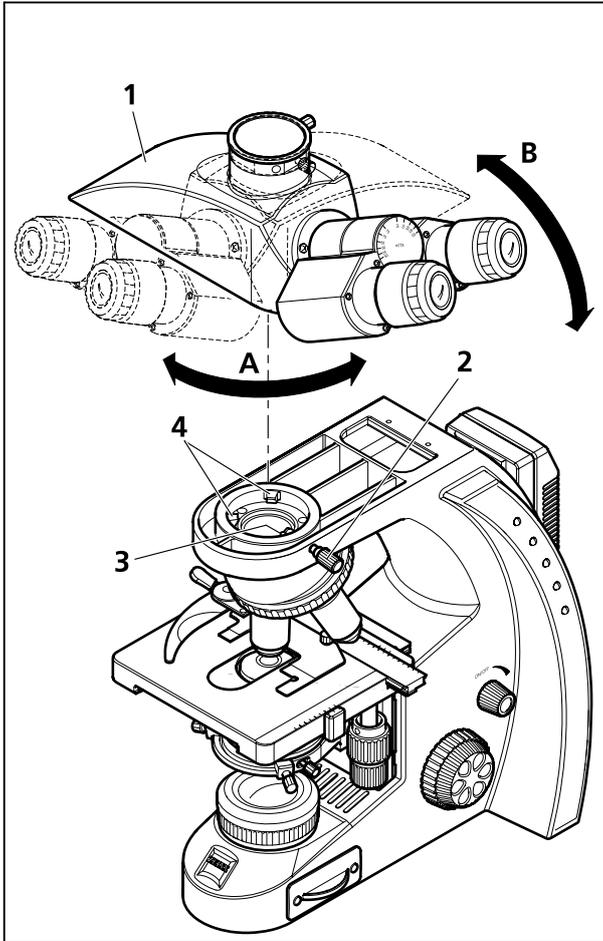

Figura 11 Cambiar el tubo
- Aflojar el tornillo de apriete (Figura 11/2), girar el tubo existente (Figura 11/1) en aprox. 90° hacia la derecha (Figura 11/A), inclinarlo ligeramente hacia arriba y quitarlo (Figura 11/B).
- Insertar el tubo a montar (los oculares indican hacia la derecha) en el estativo, introduciéndolo con su cola de milano anular, en posición ligeramente inclinada debajo de los dos elementos de retención (Figura 11/4).
- Luego, colocar el tubo en posición horizontal sobre el estativo. En ello, la ranura en el lado inferior del tubo tiene que encontrarse encima del tercer elemento de retención (Figura 11/3) del estativo.
- Girar el tubo en 45° hacia la izquierda (los oculares indican hacia adelante), alinearlos con respecto al estativo y apretar el tornillo de apriete (Figura 11/2).